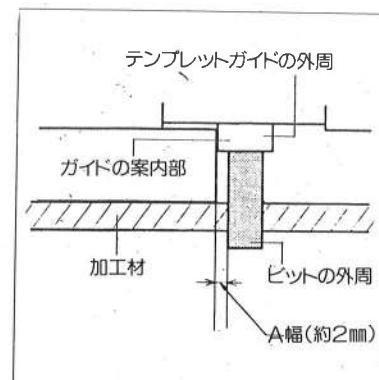

図19
- ストレートビット(6mm)とテンプレットガイドの外周(10mm)が異ります。(図19参照)
- 案内ガイド板は加工寸法よりA幅(約2mm)だけ小さく作ってください。(図19参照)